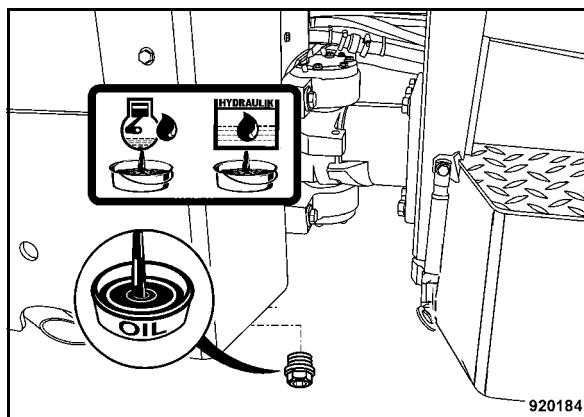

Fig. 108
- Svitare il tappo di scarico a sinistra, (Fig. 108) e raccogliere l'olio che fuoriesce.